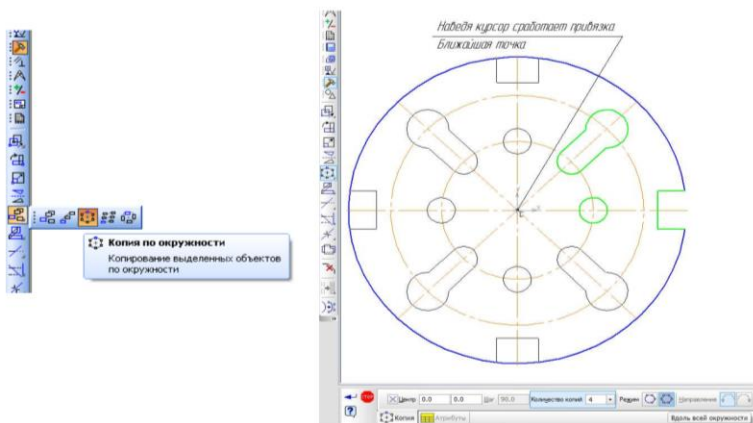

Рис. 129 – Результат выполнения команды Копия по окружности
9. **Копия по окружности.** Выделите элементы изображения рамкой. В панели **Редактирование**, выберите команду **Копия по окружности**. Наведите курсор в начало координат (0, 0) и щелкните левой кнопкой мыши привязка **Ближайшая точка** (задаётся точка копирования). Внизу в панели свойств поменяете **Количество копий** 4, шаг 90° или поменяете **Режим** вместо шага 90° на **Вдоль всей окружности** (шаг вычисляется автоматически). После этого нажмите команду создать объект (рисунок 129).